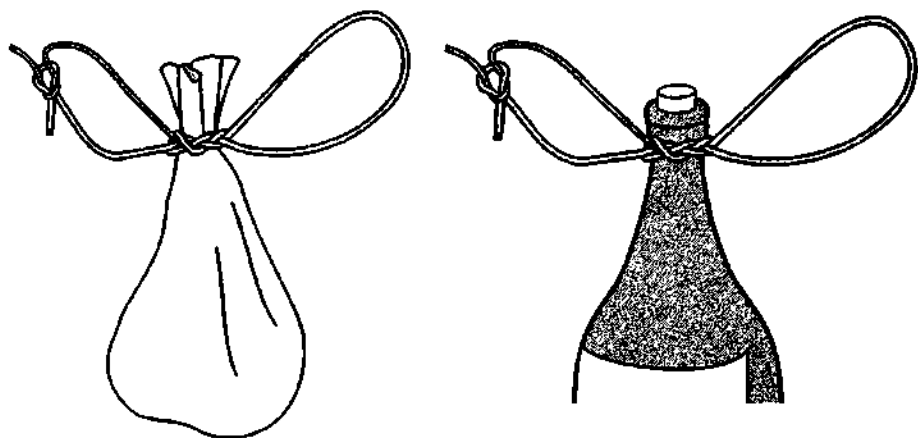

Рис. 976. **Амфорный узел**, завязанный на мешке и бутылке.
**Амфорный узел** представляет собой переплетение двух *простых узлов*. **Амфорный узел** используется для крепления верёвки к ёмкостям, имеющие горлышки: бутылкам, банкам, кувшинам и т. п. (рис. 976). Верёвки используются вместо ручек. С помощью **амфорных узлов** в одной руке можно одновременно нести несколько бутылок. Если **амфорным узлом** привязать тонкую бечёвку к горлышку пластиковой бутылки, то её можно использовать вместо фляжки, подвесив её к ремню. **Амфорный узел** очень сильно затягивается и надёжно держит. Свободные концы связываются **дубовым**, **прямым** или **шкотовым узлом**. Вместо **амфорного узла** вокруг горловины ёмкости можно завязать какой-нибудь **топовый узел**.